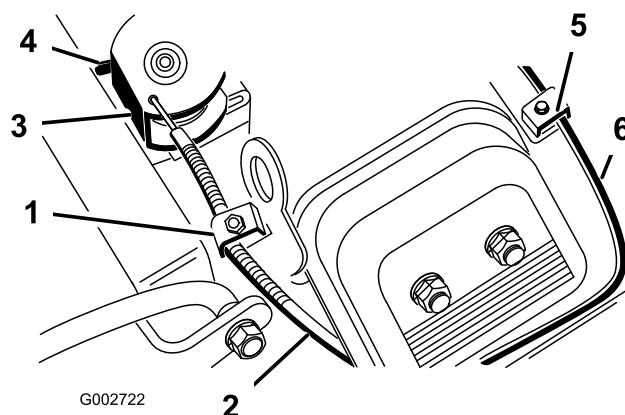

Figura 37
2. Afloje el tornillo de la abrazadera que fija el cable al motor (Figura 37).
4. Tire firmemente del cable del acelerador hasta que la parte trasera del pivote entre en contacto con el tope (Figura 37).
4. Tire firmemente del cable del estérter (Figura 37) hasta que la palomilla esté cerrada del todo, luego apriete el tornillo de la abrazadera.